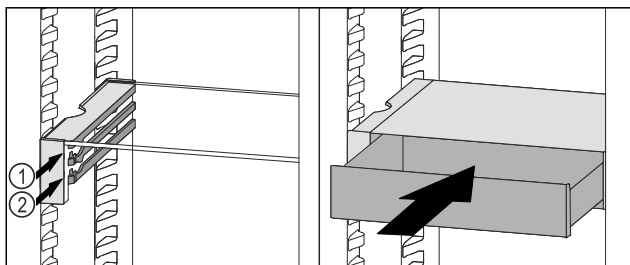

Fig. 106
- ▶ Установите выдвижной ящик VarioSafe за стопоры на требуемый выступ Fig. 106 (1) или Fig. 106 (2).